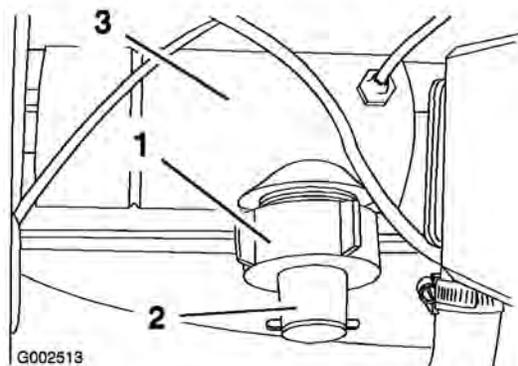

図 48
- フローメータのボディについているリテーナ・キャップを取る (図 48)。